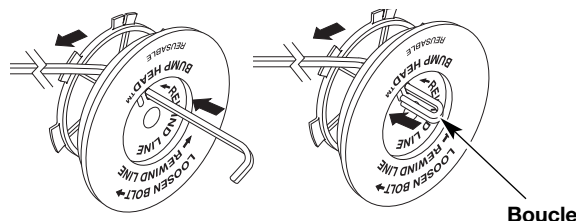

Fig. 36
- Découpez environ 3 m (10 pi) de fil neuf. Insérez une extrémité de fil dans l'un des deux trous du moulinet intérieur (Fig. 36). Tirez le fil jusqu'à ne laisser que 10 cm (4 po) environ.
- Insérez l'autre extrémité du fil dans le trou ouvert du moulinet et tirez sur le fil pour que la boucle soit le plus petit possible (Fig. 36).